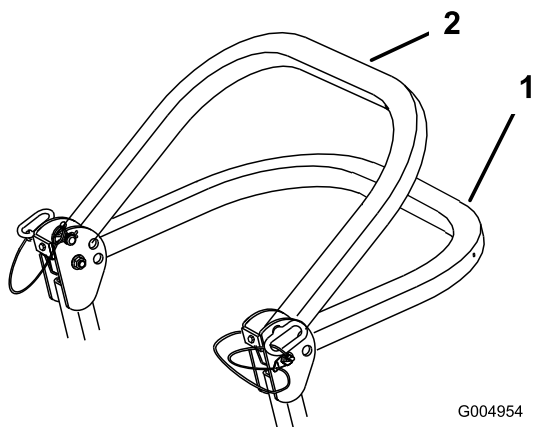

Figura 7
2. Coloque la barra antivuelco en posición bajada. Hay dos posiciones de bajada. Vea las posiciones en Figura 7.